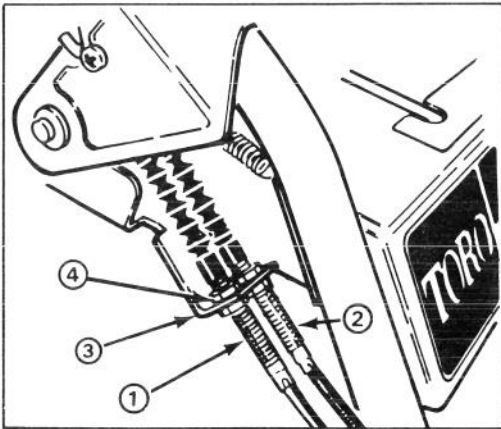

Abbildung 26
3. Leitrad - und Bremseinstellung überprüfen. Der Mindestabstand zwischen der Zunge am Gebläselenkzwischenhebel und Bremshebel (Abb. 26) sollte 3 mm betragen. Ist der Abstand weniger als 3 mm, ist der Riemen auszutauschen.
5. Die untere Gegenmutter nach oben drehen, um die Riemenspannung zu erhöhen (Abb. 26).
EINSTELLEN DES FAHRANTRIEBSRIEMENS (Abb. 26)
nden Riemen entsprechenden Steuerkabel lösen (Abb. 26). Beim Auswechseln des (der) Riemen(s) muß das Kabel zum Gleiten in der Schelle frei sein.